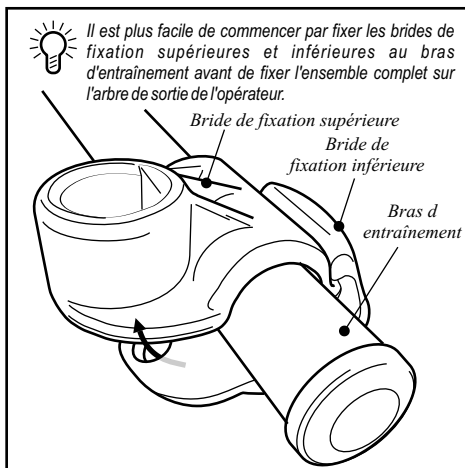

Figure 18 Assemblage de la bride de fixation au bras d'entraînement
- Ouvrez le portail et, si possible, faites pivoter légèrement le bras d'entraînement jusqu'à ce que le bras de raccordement puisse se fixer dans l'étrier de portail à l'aide de la goupille clevis (Voir Fig. 18)